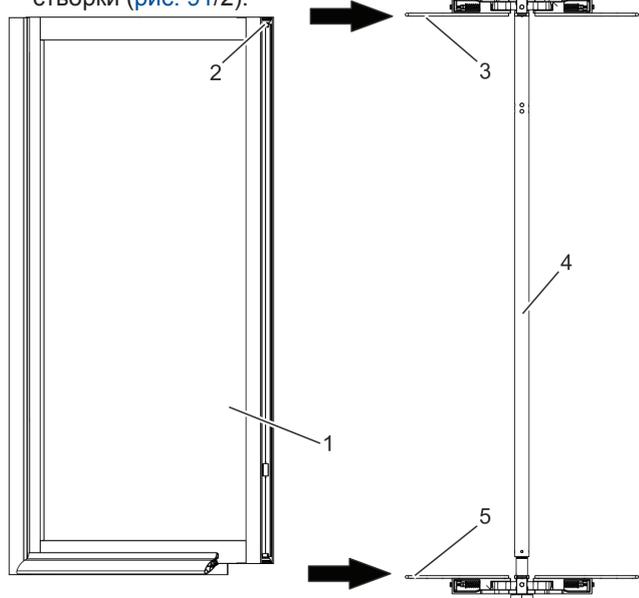

Рис. 92 Вставка створки
2. Установить створку (рис. 92/1) в вертикальное положение задней стороной перед турникетом (рис. 92/4), как показано на рис. 92.
3. Снять верхние вставные щетки с задней стороны (рис. 92/2) и сделать на них пометки для последующего расположения (например, левые/правые).
Аккуратно вставить створку (рис. 92/1) задней стороной в нижнюю и верхнюю крестовины (рис. 92/3 + 5) в направлении стрелки.
5. Соединить верхнюю крестовину (рис. 92/3) со створкой.
6. Соединить нижнюю крестовину (рис. 92/5) со створкой.
19. Вставить остальные створки, как описано на этапах 1-16, и соединить их с крестовинами (рис. 92/3 + 5).